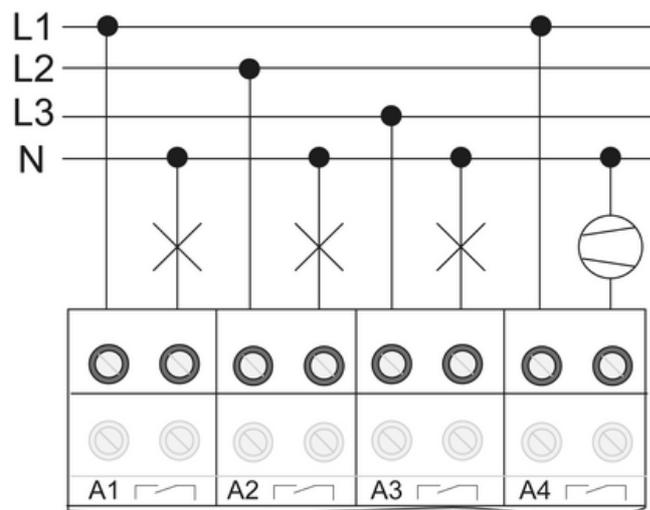

Bild 4: Anschlussbeispiel geschalteter Lasten
- Geschaltete Lasten anschließen (Bild 4).